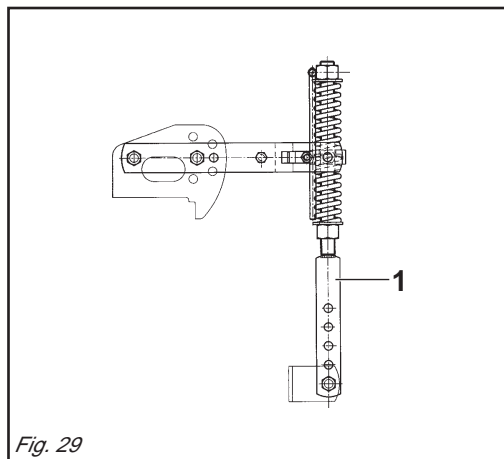

Fig. 29
- 2) Il martinetto a molla (1 Fig. 29) oltre a sostenere la lamiera livellatrice ed ammortizzarla nel trasporto su strada, serve a evitare il ribaltamento della macchina durante il parcheggio.
- 2) *Besides supporting the levelling plate and acting as a shock absorber for it during road transport, the spring ram (1 Fig. 29) prevents the machine from overturning when parking.*
- 2) Die Federwinde (1 Abb. 29) trägt nicht nur das Planierschild und dient beim Straßentransport zur Dämpfung von Stößen, sondern sie soll auch verhindern, daß die Maschine während des Parkens umkippt.
- 2) *Le vérin à ressort (1 Fig. 29) sert de soutien à la tôle de nivellement et de suspension pendant le transport sur route, pour éviter le basculement du machine lors du stationnement.*
- 2) El gato de resorte (1 Fig. 29), además de sostener la chapa de nivelación y protegerla durante el transporte en carretera, sirve para evitar el vuelco de la máquina durante el estacionamiento.